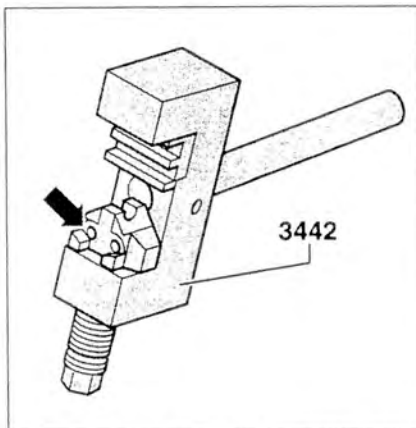

Рис. 2.34. Установите пробойник заклепочного инструмента 3442 (стрелка), как показано на рисунке.
21. Установите пробойник (стрелка) заклепочного инструмента 3442, как показано на рис. 2.34.